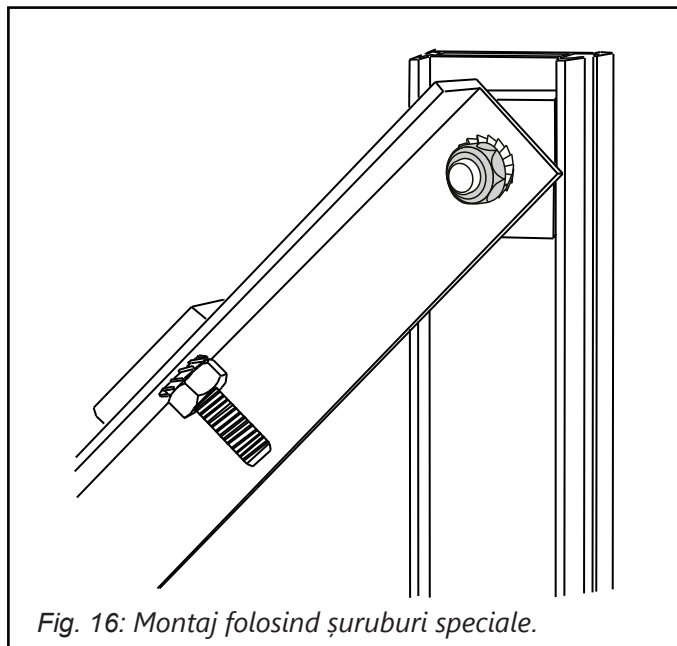

Fig. 16: Montaj folosind șuruburi speciale.
- Asamblați suportii triunghiulari care vin parțial înșurubați unul de celălalt. (fig. 16). Fixați marginile libere ale suporturilor cu un șurub (Fig.16) și securizați toate conexiunile.